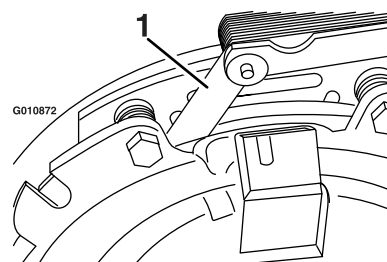
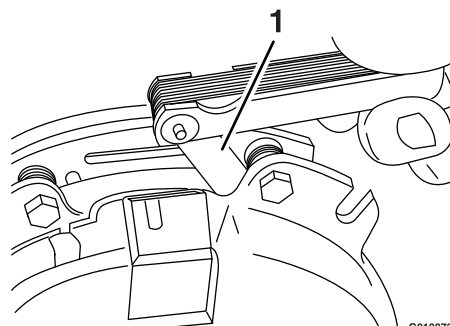

Figura 79
Figura 80
- E. Utilizando um apalpa-folgas com 0,25 mm de espessura, verifique se existe uma folga entre o disco e a armadura em ambos os lados do pólo do travão, como se mostra na Figura 79 e na Figura 80.